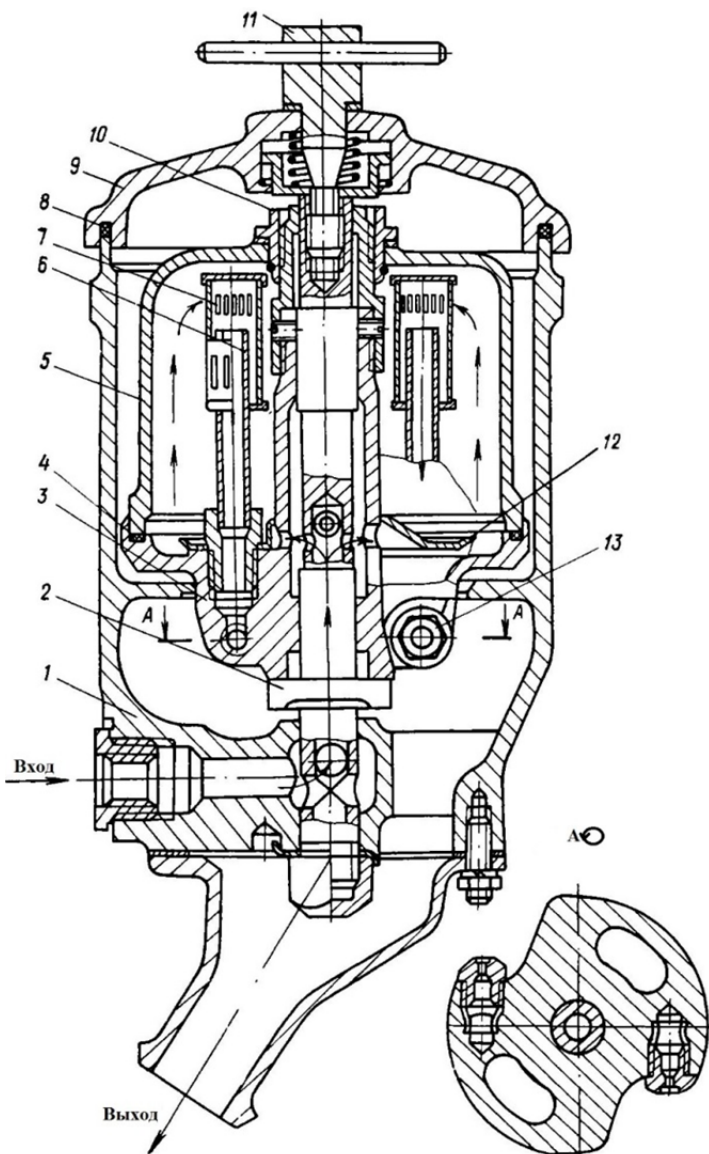

Рис. 5.5. Масляный центробежный фильтр МЦ-1:
1. отвернуть болт *11* (рис. 5.5), снять крышку *9*;